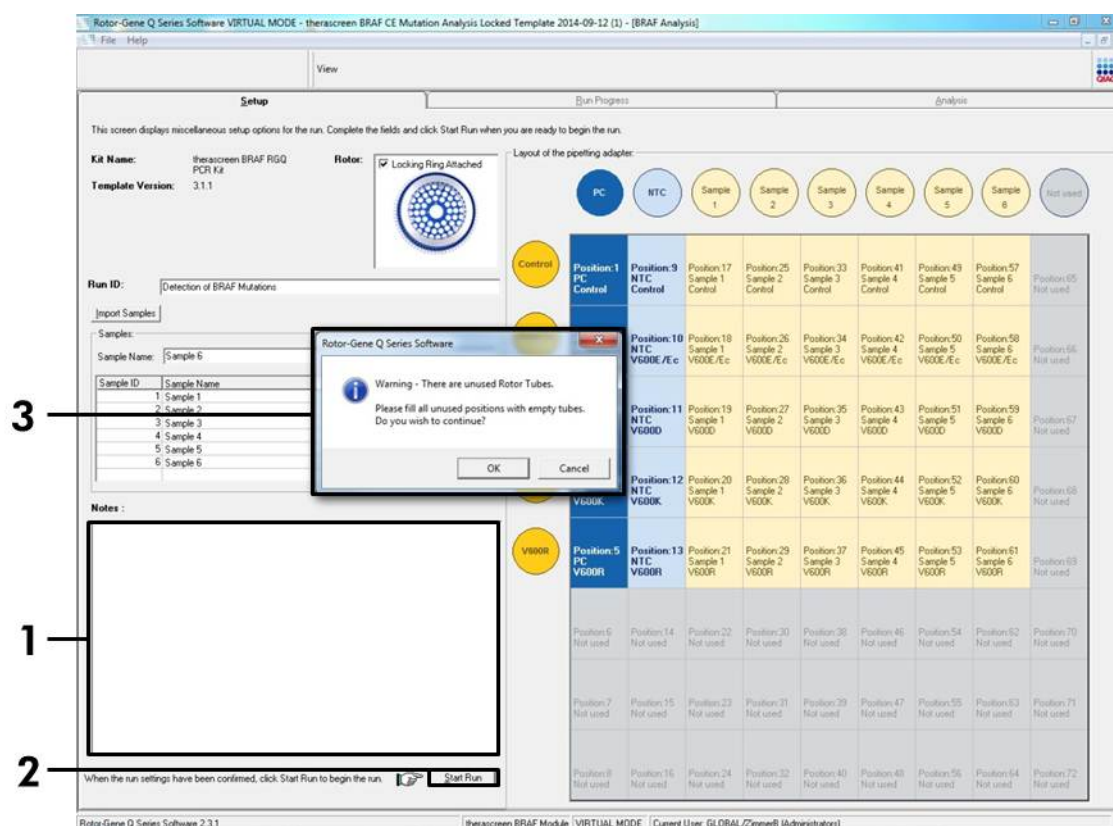

Figure 16. Champ « Notes » (1), bouton « Start Run » (démarrer l'analyse) (2) et avertissement concernant les positions de rotor inutilisées (3).
13. Une fois tous les noms d'échantillons saisis, vérifier qu'ils sont corrects. Ajouter toute information complémentaire dans le champ « Notes » si nécessaire et cliquer sur le bouton « Start Run » (démarrer l'analyse) (figure 16).
Remarque : si une position de rotor est inutilisée, un avertissement (« Warning ») s'affiche (figure 16) pour rappeler à l'utilisateur que toutes les positions inutilisées du rotor doivent être occupées par un tube vide bouché. Vérifier que toutes les positions inutilisées du rotor sont occupées par un tube vide bouché et cliquer sur OK pour continuer.